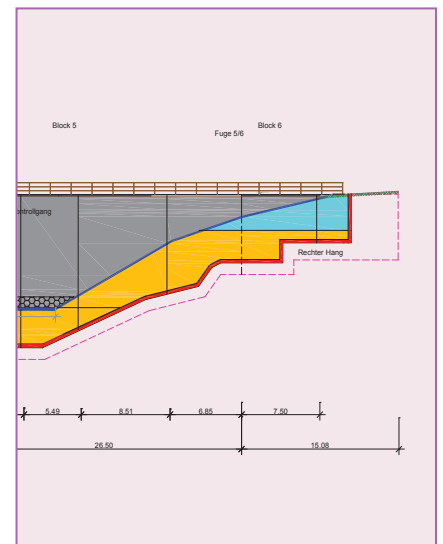

Abb. 7-15: WMF-Grafik aus AutoCAD in Word eingefügt
- Auch in WORD und POWER-POINT kann die Grafikdatei eingelesen werden. Eine Bearbeitung einzelner Objekte ist hier nicht möglich. Die Grafik kann aber mit Flächenfüllung und Rand versehen sowie skaliert und beschnitten werden (Abb. 7-15).